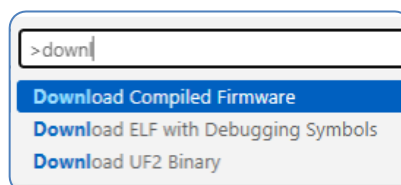

Рис. 1.9. Меню команд Wokwi
- у меню команд (рис. 1.9) оберіть «Download Compiled Firmware».